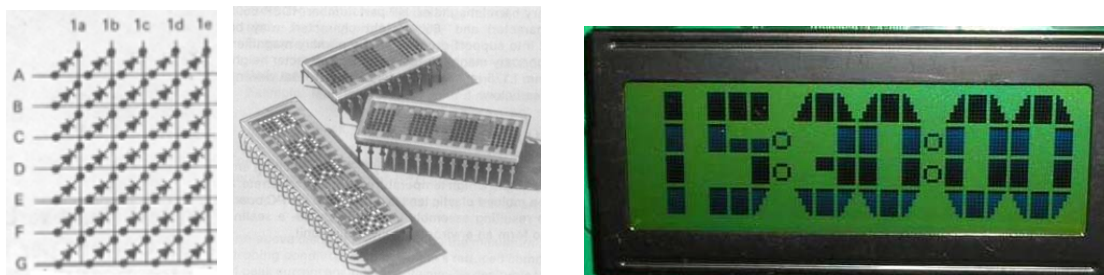

Figura 3.11 Matriz gráfica com LEDs (a) Estrutura (b) Display gráfico de 5 × 7 a estado sólido (c) Display gráfico a cristal líquido.
4.- **Gráficos:** Concebidos para mostrar números, letras, e desenhos gráficos de certa complexidade. (Figura 3.11).